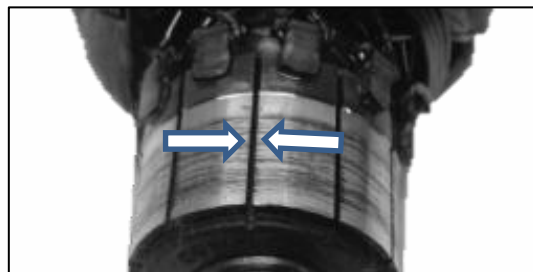

Fig.9A.38
- Ubique el multímetro en una escala de **200Ω** y conéctelo de acuerdo con la imagen, para realizar la inspección de Resistencia **(A)** del devanado entre micas. **0.4 – 1.1. Ω**, a 20°C. Fig.9A.39.
- Inspección del aislamiento **(B)**. Conecte el multímetro en la posición como lo muestra la imagen para verificar que los terminales estén aislados entre sí. Fig.9A.40.